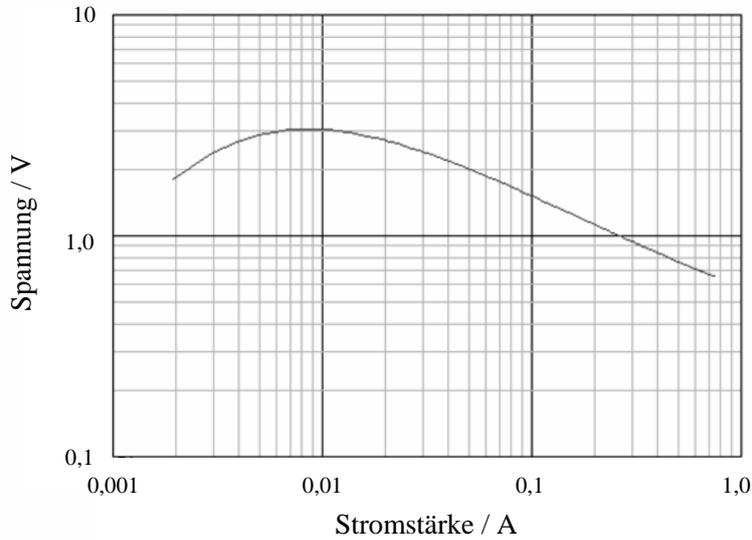
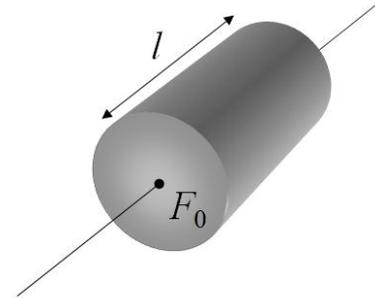

Bild 1
Bild 2
In Bild 1 ist die statische Strom-Spannungs-Kennlinie eines Heißleiters (NTC; Geometrie siehe Bild 2) in doppeltlogarithmischer Darstellung aufgetragen.
a) Geben Sie eine kurze physikalische Begründung dafür, dass in Bild 1 die Spannung für höhere Werte der Stromstärke abnimmt.